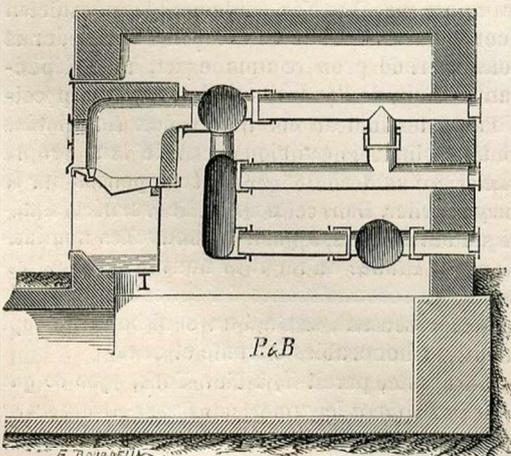
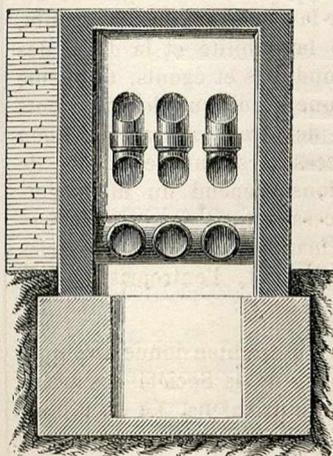

Fig. 13. Coupe longitudinale.
Fig. 14. Coupe transversale.
**DESSINS.** — (186 à 195). — Calorifères de cave en fonte Appareils Piet-Bellan, fig. 11 et 12; appareils du Roselle fig. 13 et 14; appareils Geneste-Herschel, fig. 15, 16, 17, 18 et 19.
**Calorifère Piet-Bellan.** — Les *fig. 13* et *14* donnent les deux coupes verticales de cet appareil. Dans l'intérieur du massif en briques, on voit la cloche où se fait la combustion, qui, dans le type représenté par la figure, est entourée de briques afin que l'air ne reçoive pas le coup de feu du foyer et ne se trouve pas en contact avec des surfaces trop échauffées; on voit également les tuyaux de conduite pour la fumée placés horizontalement. Après trois parcours horizontaux, la fumée est recueillie dans le conduit transversal du bas, qu'on voit *fig. 14*, et va dans la cheminée d'appel. L'air à chauffer pénètre par le bas, monte autour des tuyaux, et, arrivé dans la chambre de chaleur, est distribué dans les diverses conduites.